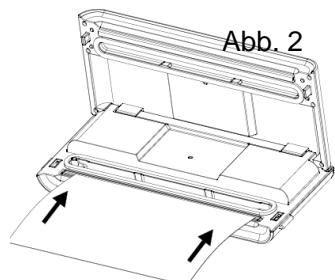

Abb. 2
3. Legen Sie den Rand der Folie über die Schweißleiste, sodass der Rand nicht über die Vakuumkammer ragt (**Abb. 2**).